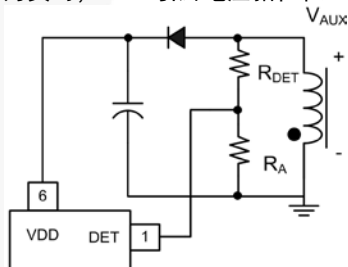

图 17. 波谷检测部分
DET 引脚通过分压器电阻连接到变压器次级绕组，一旦次级工作电流释放到零，就会产生一波谷信号。通过检测切换波形的波谷电压，实现谷底电压开启 这样确保了准谐振 (QR) 工作条件，由此降低开关损耗，且减小 EMI。图 17 显示了分压电阻  $R_{DET}$  和  $R_A$ 。推荐阻值  $R_{DET}$  为 150 k $\Omega$  至 220 k $\Omega$ ，以实现波谷电压开关。当  $V_{AUX}$  (单位是图 17) 为负时，DET 引脚电压箝位在 0.3 V。